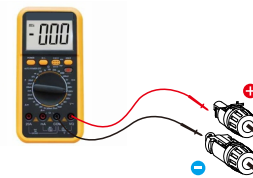
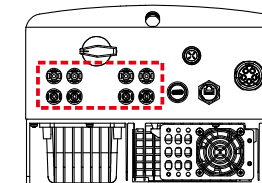

Bild 5.17 Multimätarmätt
Bild 5.18 Anslut likströmsanslutning till växelriktaren
5. Mät PV-spänningen på likströmsingången med multimeter, kontrollera likströmsingångskabelns polaritet (se bild 5.17) och se till att varje sträng av PV-spänning ligger inom området för växelriktarens drift. Anslut likströmsanslutningen med växelriktaren tills du hör ett lätt klickljud vilket anger att anslutningen lyckats. (se bild 5.18)